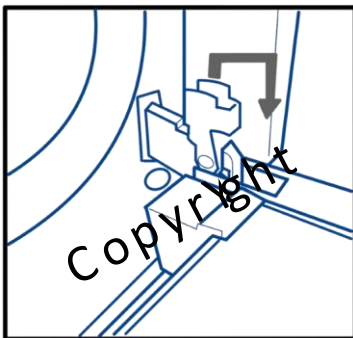

Figura 1
2. Tire de los ganchos de bloqueo de las bisagras de la puerta completamente hacia adelante (consulte la Figura 1).